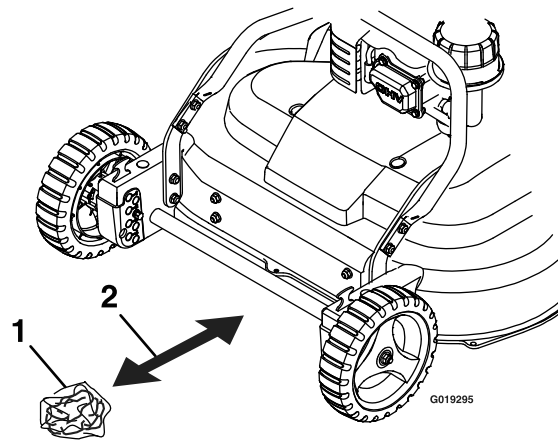

Figura 11
4. Tome media página de papel de periódico y haga una bola con ella que sea lo suficientemente pequeña como para pasar por debajo de la carcasa (unos 7.6 cm o 3" de diámetro), como se muestra en la Figura 11.